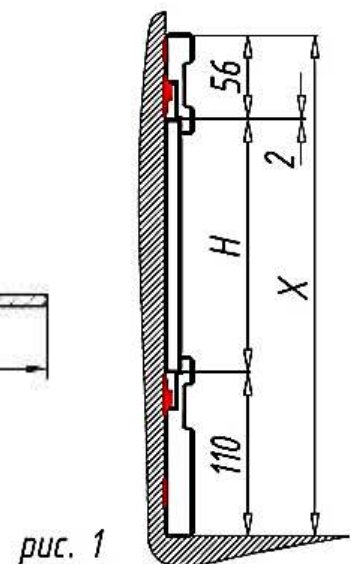

рис. 1
- При расчете высоты *наборных панелей* необходимо, от требуемой высоты отнять 168 мм – это суммарная ширина нижнего и верхнего профилей (рис.1)